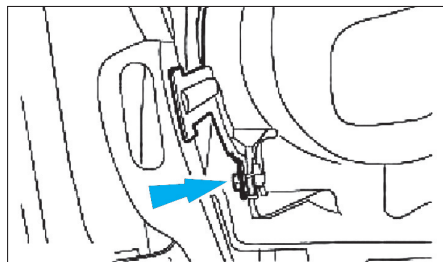

Fig. 48
- Déposer les boulons de fixation de barre de renfort du boîtier de radiateur de chauffage (Fig.48).